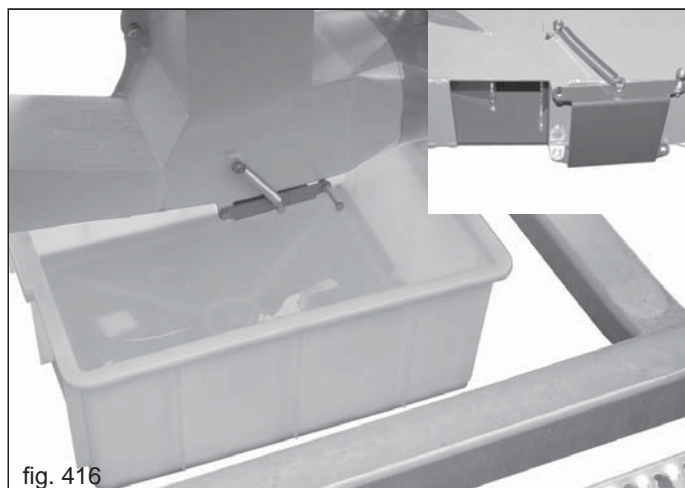

fig. 416
- 3) Sammelbehälter unter den beiden Dosierer aufstellen und die Klappe zum Ablassen des Produkts öffnen (Abb. 416).